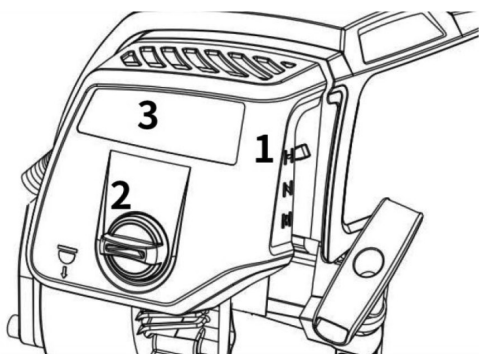

Рис. 35
- Установите рычаг воздушной заслонки 1 (рис. 35) в верхнее положение.